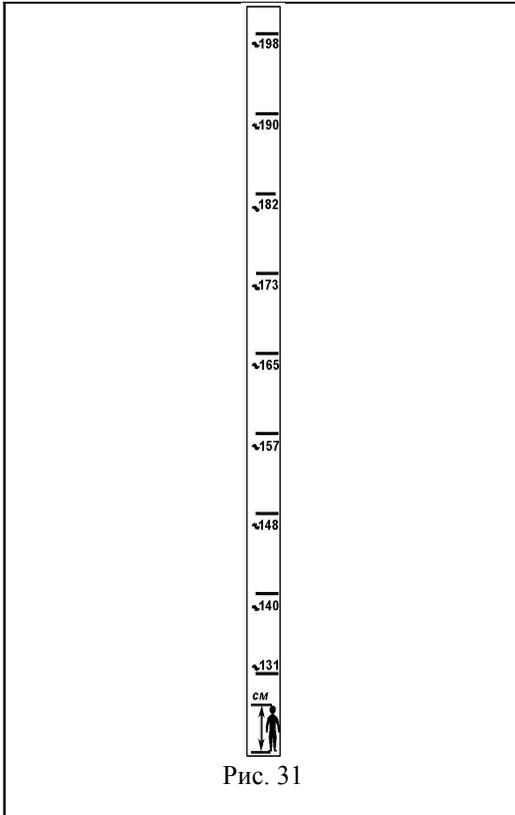

Рис. 31
6.3. На стойках (см. рис. 30, 30А) нанесена шкала, облегчающая выбор настройки высоты столешницы в зависимости от роста пользователя рис. 31.